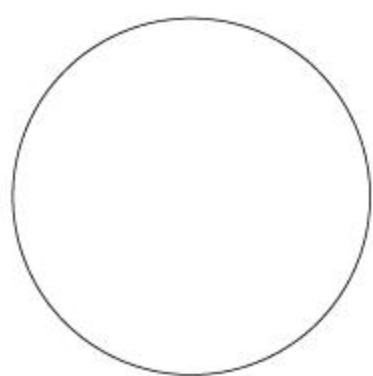

图8-118 绘制圆形
- 01 调用C【圆】命令，绘制半径为281的圆形，结果如图8-118所示。